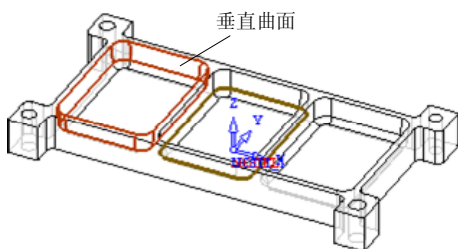

图 5-98 选择垂直曲面 (2)
- 在“几何”框中单击“垂直曲面”按钮,选择如图 5-98 所示的曲面为垂直曲面,然后单击鼠标中键确定,返回“侧刃铣控制面板”对话框。